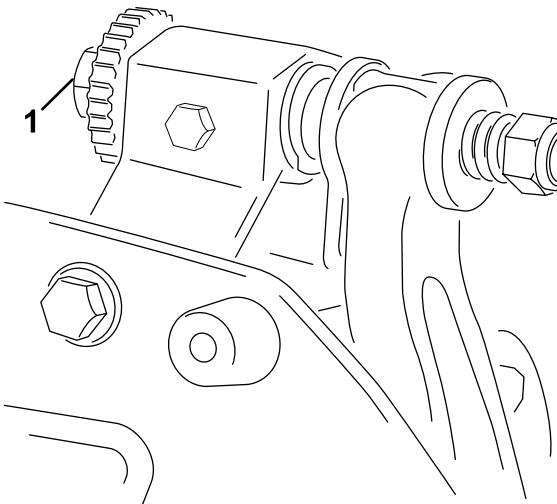

图 10
- A. 顺时针旋转底刀架调节螺丝 图 10一次调整一格直到感觉并听到轻微的接触。
6. 向右转动底刀架调节螺栓图 10 通过左右滑动薄垫片直至感到薄垫片上存在轻微的压力。取出薄垫片。